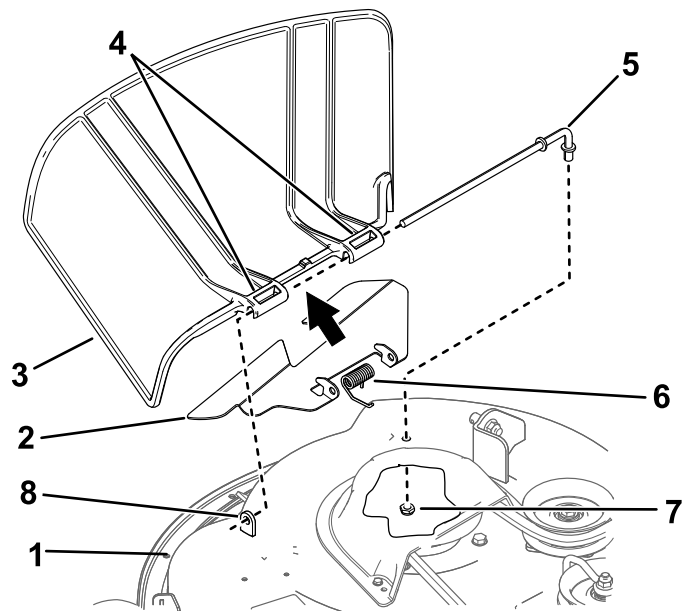

Figura 73
1. Retire la tuerca ($\frac{3}{8}$ ") de la varilla debajo del cortacésped (Figura 73).
2. Retire la varilla del espaciador corto, del muelle y del deflector de hierba (Figura 73).
4. Instale el deflector de hierba nuevo (Figura 73).
7. Deslice la varilla a través del segundo pivote del deflector de hierba (Figura 73).
9. Sujete el extremo trasero de la varilla en el cortacésped con una tuerca ($\frac{3}{8}$ "), como se muestra en la Figura 73.